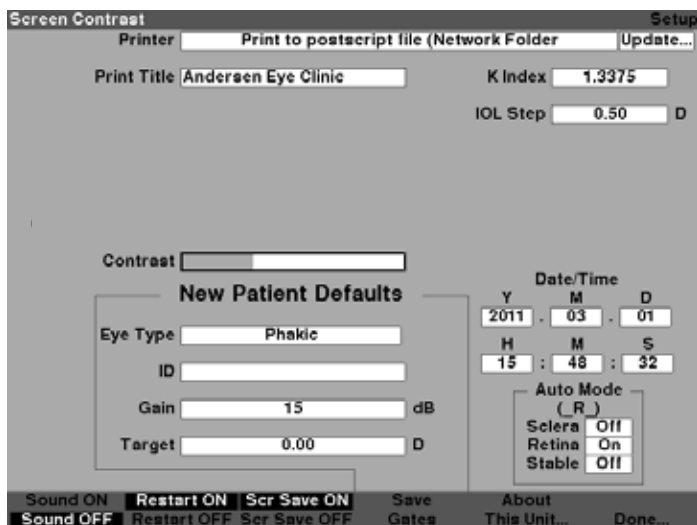

Figura 5-41 Contraste regulado
4. Presione el control giratorio o el botón \checkmark para guardar el contraste modificado y desactivar el campo, como se muestra en la Figura 5-41.